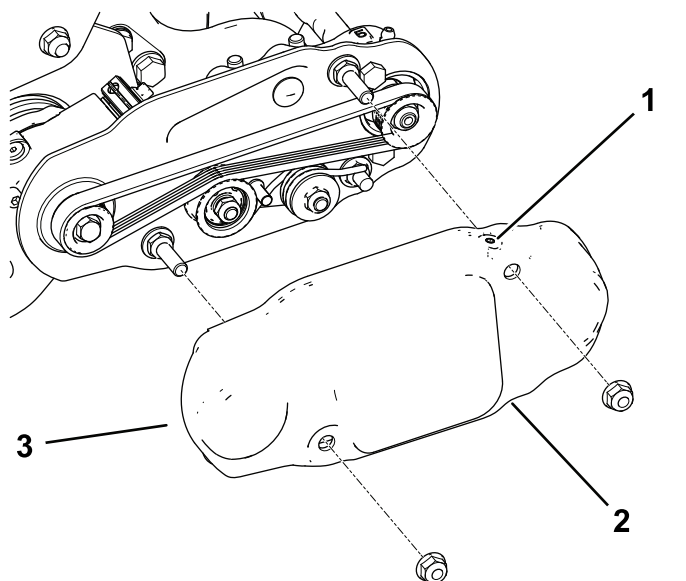

Figura 16
2. Fate scorrere il copricinghia sui bulloni di montaggio e fissatelo con 2 dadi flangiati (Figura 16).